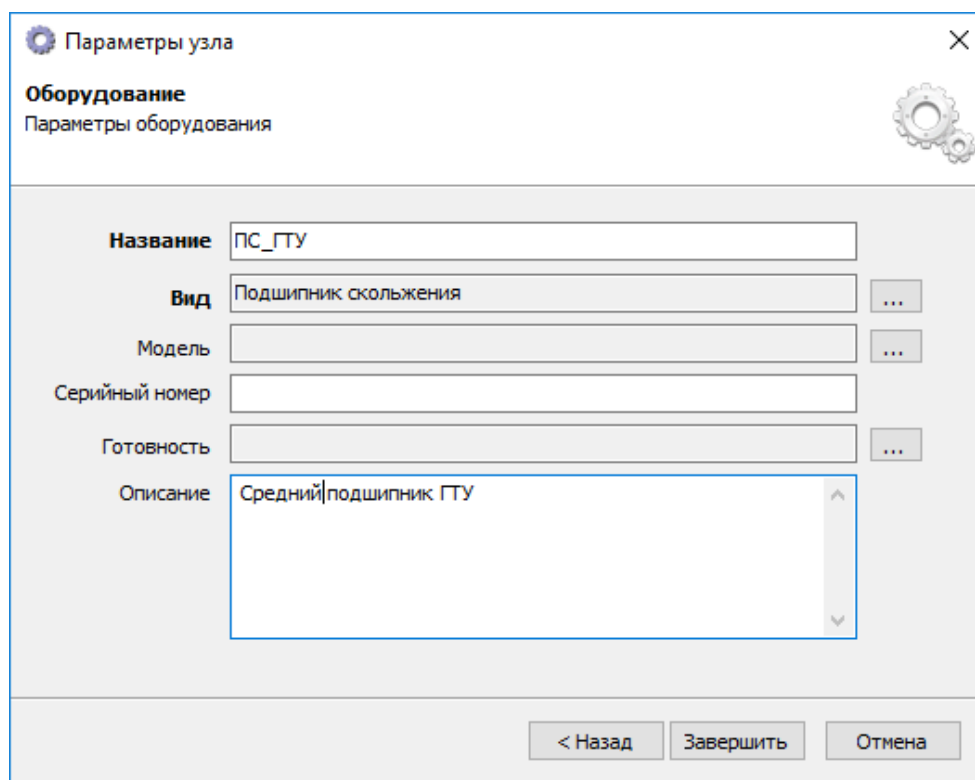

Рисунок 3.6.16
- выделить вставленный узел, и, выбрав в контекстном меню пункт «Редактировать...», перейти к редактированию параметров узла (см. Рисунок 3.6.16).